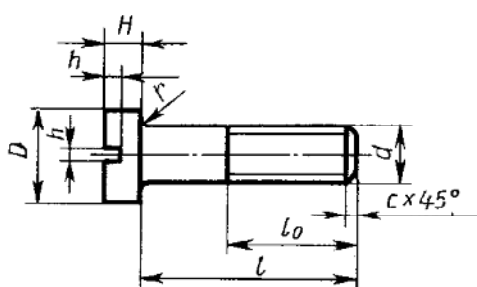

Рисунок 7
1. с полукруглой головкой, ГОСТ 17473 - 80 (рисунок 7);